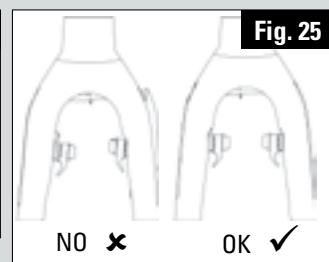

Fig. 25
3. Réglage tension de ressort (Clé Allen de 2 mm, Fig. 25) : ajustez la tension des ressorts afin de symétriser le mouvement des leviers.